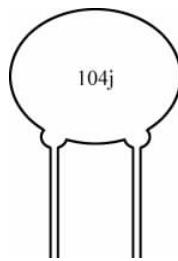

图 3.21
(2) 数码法。在体积较小的电容元件上,用三位数码表示电容容量,数码前 2 位为电容值的两位有效数字,第 3 位数码表示前两位有效数字后面“零”的个数,有时还在数码后缀上字母代表误差等级,如图 3.21 所示,表 3-9 给出了字母所代表的误差等级。数码法标注电容容量的单位是 pF。